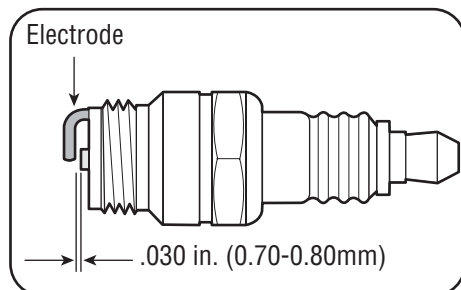

Figure 20
- Vérifiez l'écartement en utilisant une jauge d'épaisseur. Réglez l'écartement à 0,30 po (0,76 mm) en pliant délicatement l'électrode de masse. Voir la Figure 20.